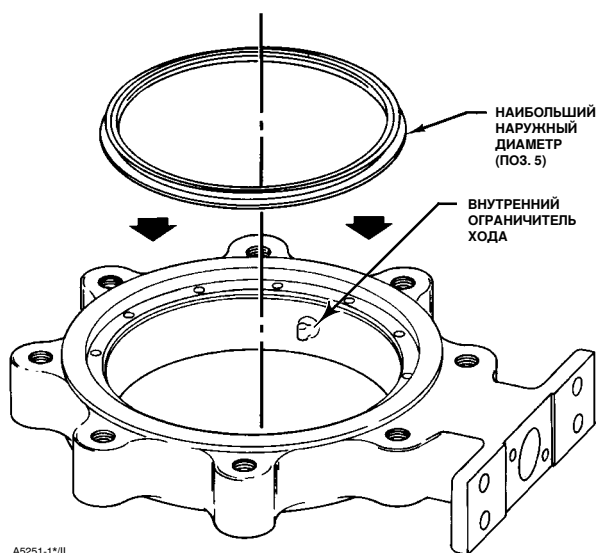

Рис. 8. Установка типового седла
1. Возьмите новое седло (поз. 5) и обратите внимание на форму кольца. С одной стороны кольцо имеет больший диаметр, чем с другой, как показано на рис. 8. По внешней окружности имеется широкая канавка.
Перед установкой седла в клапан во внешнюю широкую канавку седла необходимо вставить уплотнительное кольцо (поз. 6). См. рис. 8.
2. Вставьте в корпус клапана седло с уплотнительным кольцом. Седло входит широкой наружной стороной, как показано на рис.8, в Т-образный паз корпуса (см. рис. 5). Вставьте седло широкой стороной в Т-образный паз корпуса клапана, используя для этого отвертку с тупым концом. Если у вас имеется комплект инструментов для обслуживания, то используйте приспособления для установки седла из этого комплекта.
- Возьмите новое седло (поз. 5) и обратите внимание на форму кольца. С одной стороны кольцо имеет больший диаметр, чем с другой, как показано на рис. 8. По внешней окружности имеется широкая канавка.
При креплении привода на клапане убедитесь, что диск клапана не касается внутреннего ограничителя хода (см. рис. 8). Диск клапана должен находиться на расстоянии от 0 до 0,76 мм (от 0 до 0,030 дюйма) от внутреннего ограничителя в корпусе клапана (см. рис. 8).